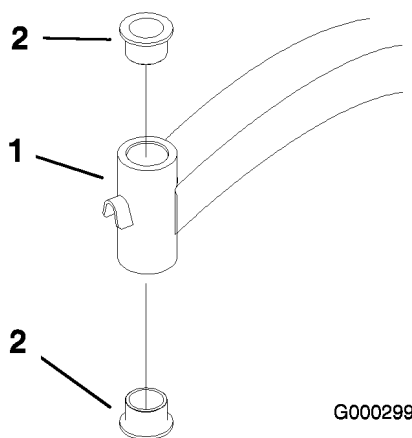

Figura 38
- Introduzca un punzón botador en el tubo de montaje y con sumo cuidado retire los casquillos (Figura 38). Limpie el interior del tubo de montaje.